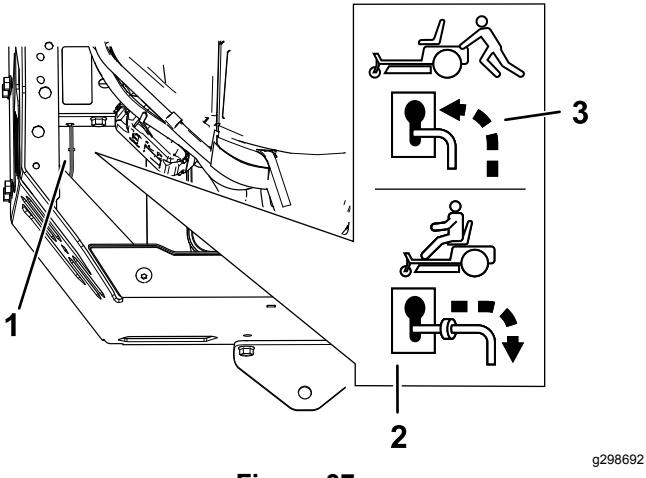

Figura 37
- Spostate in avanti le leve di bypass attraverso il foro della chiavetta, quindi verso il basso per bloccarle in posizione (Figura 37).
Spostate indietro le leve di bypass attraverso il foro della chiavetta, quindi verso il basso per bloccarle in posizione, come illustrato nella Figura 37.